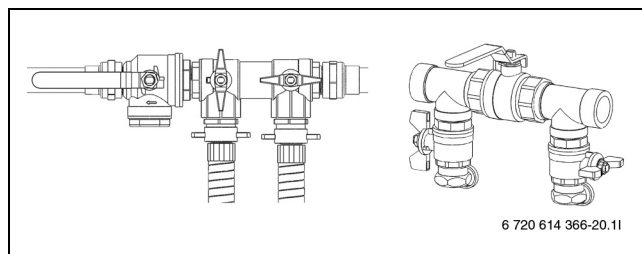

Bild 40 Påfyllnadssatser i tryckhöjningsläge
- När urluftningen är klar ska kretsen trycksättas. Vrid ventilerna på påfyllnadssatsen till tryckhöjningsläge och trycksätt kretsen till 2,5 - 3 bar (→ Bild 40).